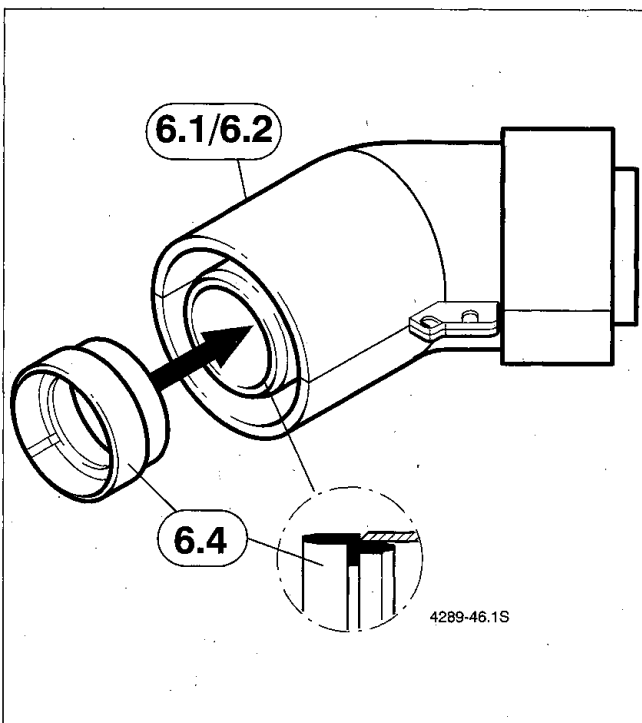

Bild 70
- Montieren Sie die Dichtung (6.4) auf jeden Versatzbogen (6.1, 6.2) entsprechend Bild 70.
14. Einbau des Versatzbogens AZ 201 an der Gas-Warmwassertherme WR 325-3 AMO E mit Doppelrohrverlängerung (42)